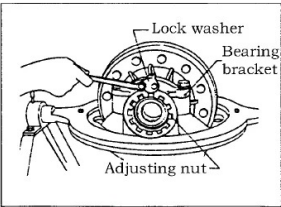

Рис. 2-13
- 2) Демонтируйте пластину стопорной гайки с двух сторон правого и левого кронштейна подшипника.Рис. 2-13